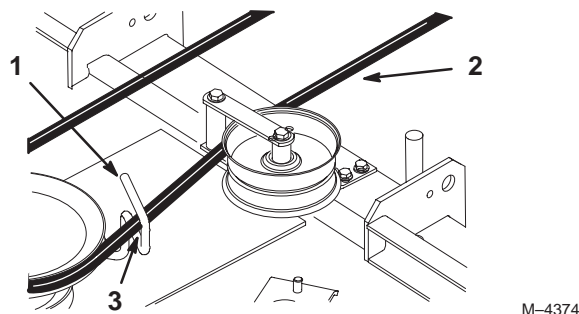

Figure 71
11. Pivotez le guide-courroie à l'arrière de la tondeuse pour l'éloigner de 3-7 mm (1/8-1/4") du côté vertical de la courroie de PdF (Fig. 71).